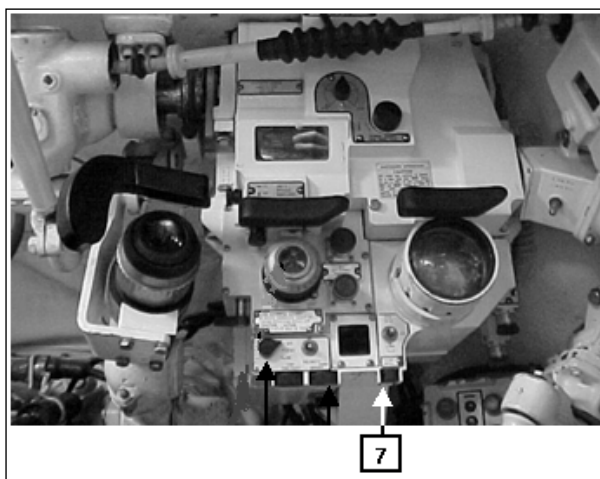

Fig 7-46. Sistema de pontaria do atirador
c. Procedimentos preliminares para realização do PMI (Fig 7-46 a 7-49)
- (1) Alinhar o Can.
- (2) Instalar o sensor de vento.
- (3) Ligar a chave geral de baterias.
- (4) Selecionar um alvo. A linha de visada deve estar na horizontal.
- (5) Assegurar-se que o controle de vida restante do tubo(1) esteja com dados atualizados.
- (6) Estimar e inserir a temperatura, usando o botão de controle da temperatura do ar(2).
- (7) Estimar a altitude (+/- 20 m). Introduzir no computador, pelo controle de altitude(3).
- (8) Selecionar a munição APDS(4) ou HEAT(5), no botão AMMO, para o tipo de munição usada A chave HEAT deve estar sempre em M456.